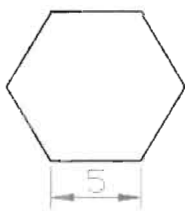

图 6-54
(1) 选择“轮廓线”图层为当前图层, 单击“绘图”工具栏上的“正多边形”按钮, 绘制一个边长为 5 的正六边形, 如图 6-54 所示, 命令执行过程如下。